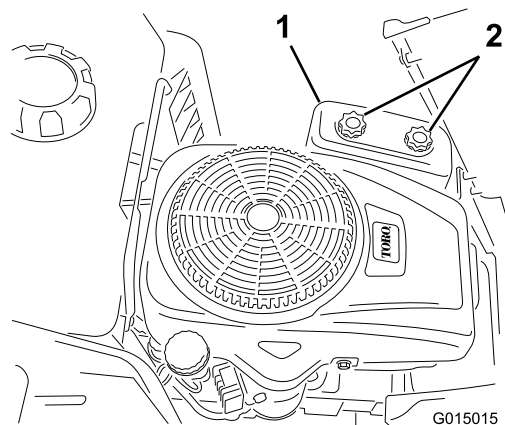

Figure 20
- Retirez le couvercle du filtre à air en desserrant les 2 boutons (Figure 20).